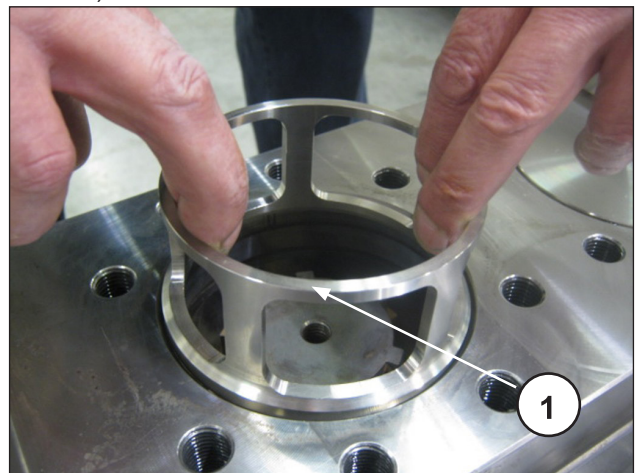

Abb. 169
Achten Sie beim Ausziehen des Kopfs darauf, die Zentrierstifte am Gehäuse nicht zu beschädigen. Ziehen Sie das Distanzstück des Druckventils heraus (Pos. ①, Abb. 169).